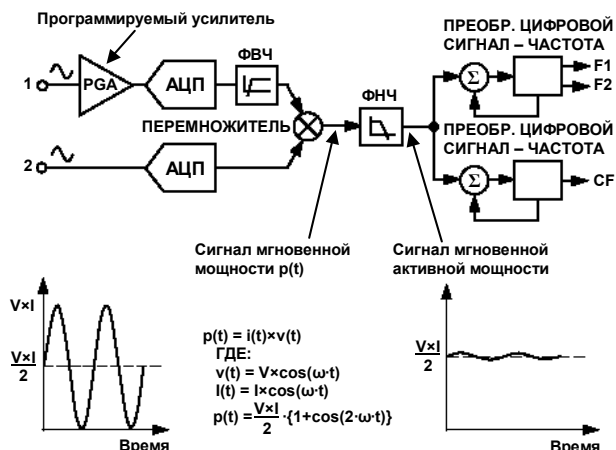

Рис. 2. Структурная схема устройства
Активная мощность вычисляется из сигнала мгновенной мощности. Сигнал мгновенной мощности вычисляется прямым перемножением сигналов тока и напряжения. Для того чтобы получить сигнал активной мощности (т.е. постоянную составляющую сигнала мгновенной мощности) сигнал мгновенной мощности пропускается через низкочастотный фильтр. На рис. 2 изображена форма сигнала мгновенной мощности и показано, как информация об активной мощности может быть извлечена путем низкочастотной фильтрации сигнала мгновенной мощности. Эта схема позволяет корректно вычислять активную мощность при формах тока и напряжения несинусоидальной формы и при любых коэффициентах мощности (PF). Вся обработка сигналов осуществляется в цифровом виде для получения максимальной температурной и временной стабильности.